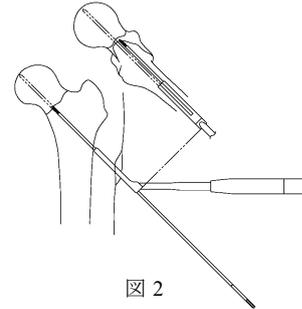

図 2
- 2) 2.4 ガイドピンパラレルガイドを用いることにより、ガイドピンの位置を修正することが可能です。(図 2)